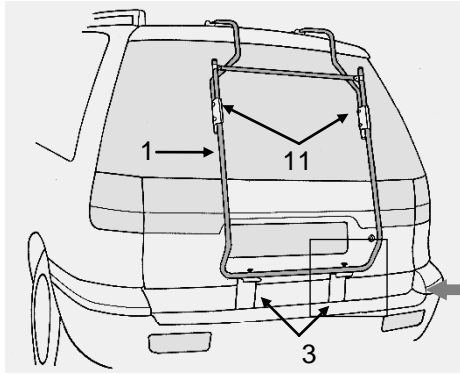

Abb. 4.2.
4. Befestigen Sie die Gummiformteile (24) an den unteren Montageelementen. Bei einigen Montageelementen wurden bereits werkseitig Lackschutzfolien eingeklebt, die keinesfalls entfernt werden dürfen (die Form kann von den abgebildeten Winkeln abweichen). Hängen Sie die Elemente in die leicht geöffnete Heckklappe ein siehe Abb. 4.1, bzw. schieben Sie die obere Platte hinter das Kennzeichen siehe Abb. 4.2. Richten Sie die unteren Montageelemente (3) so aus, daß die Vierkantstanzungen der unteren Montageelemente (3) genau unter den Bohrungen des Trägerrohres liegen.
5. Verbinden Sie die unteren Montageelemente (3) mit dem Trägergestell (1). Hierzu ziehen Sie das Trägergestell herunter und zu sich heran, bis sich die Bohrung im Trägerrohr genau in der Flucht der Vierkantstanzung der unteren Montageelemente befindet. Führen Sie nun die Spannschrauben (14) durch die Öffnungen von Montageelementen und Trägerrohr (Achten Sie darauf, daß der Vierkant der Schraube richtig in der Stanzung des Montageelements sitzt). Drehen Sie nun die Rändelmutter (13) so weit an, bis das Trägerrohr auf den unteren Montageelementen (3) aufliegt. Hierdurch wird der Träger verspannt und erhält seine Stabilität. Jetzt werden die Mutter (11) an den Klemmbacken (8) fest angezogen. Die Mutter dürfen bis max. 11 Nm angezogen werden.